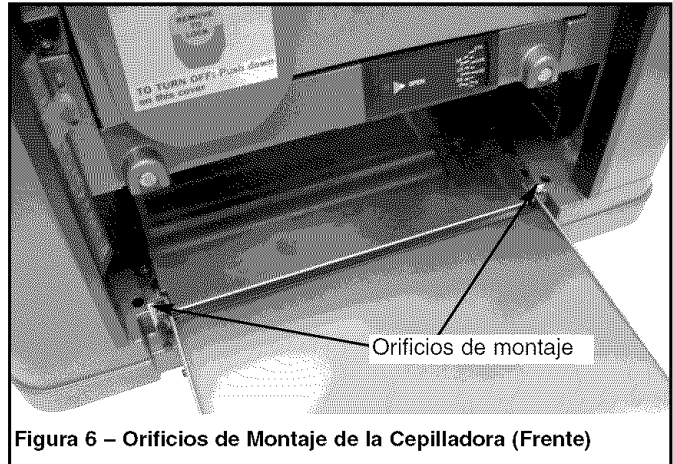

Figura 6 - Orificios de Montaje de la Cepilladora (Frente)
Consulte la Figura 6.
- La base de la cepilladora incluye cuatro orificios de montaje, dos en la parte frontal (según se muestra en la Figura 6) y dos en la parte posterior.